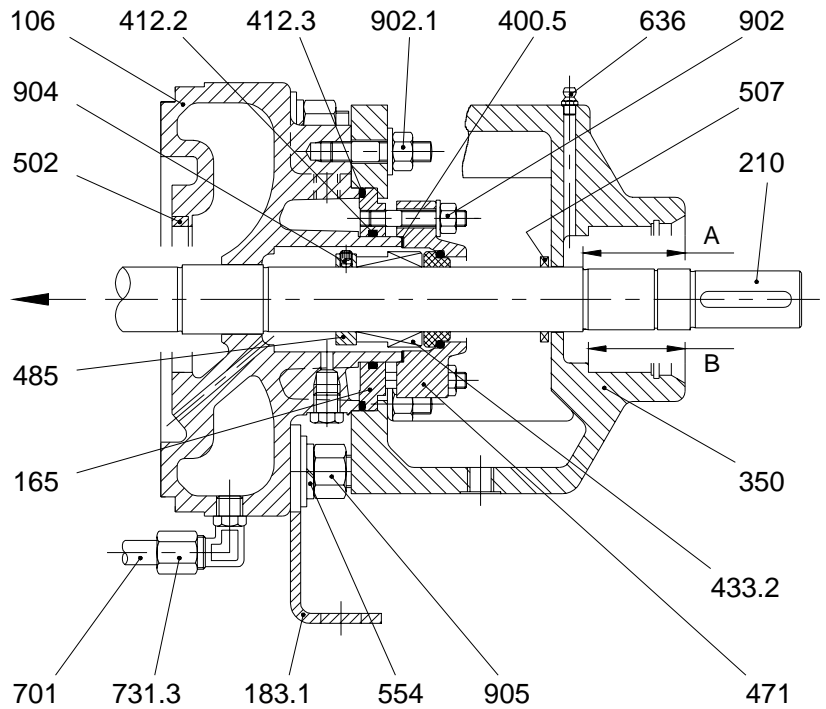

Fig. 23
- 12) Proceder al montaje del cojinete lado accionamiento VDMA 321 del siguiente modo (ver la fig. 23):